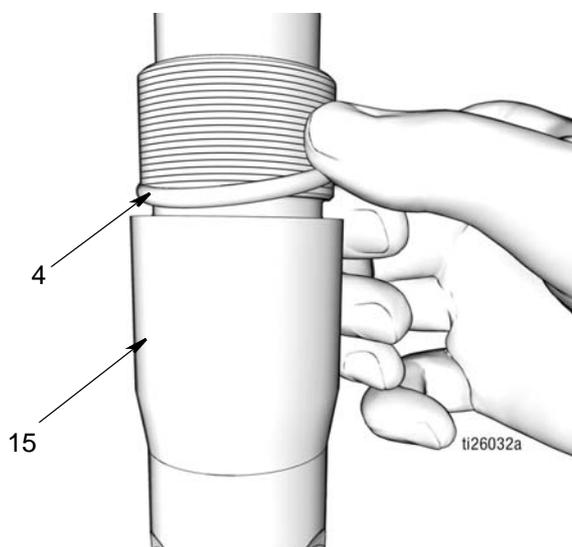

FIG. 43
- b. Applicare un sottile strato di grasso all'O-ring (4) Installare l'O-ring attorno alla valvola di ritegno sulla mandata (15) (FIG. 43).